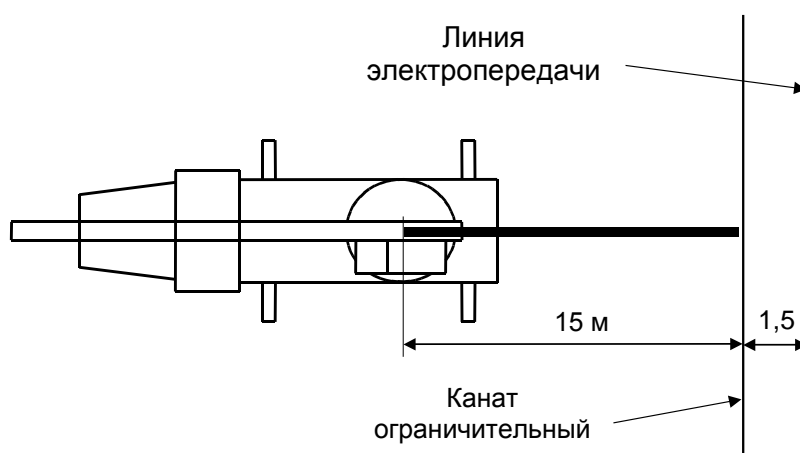

Рисунок 8 - Проверка срабатывания МЗОНа
4.3.4.2.1 Установить на площадке машину (стрела находится в транспортном положении) перпендикулярно линиям электропередачи на расстоянии (15 ± 1) м от оси вращения крана до воображаемой вертикальной плоскости, проходящей через ограничительный канат макета ЛЭП (см. рисунок 8).